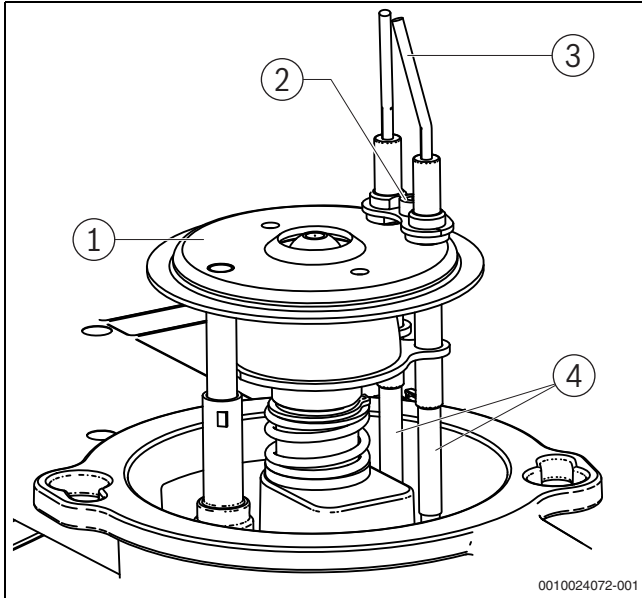

Bild 68 Mischsystem ausbauen
Die Zündelektroden (→ Bild 68, [1], Seite 42) müssen frei von Ablagerungen sein.
- Schraube (→ Bild 68, [2], Seite 42) zwischen den Zündelektroden [1] lösen.
- Zündleitungen (→ Bild 68, [5], Seite 42) von den Zündelektroden [1] abziehen.